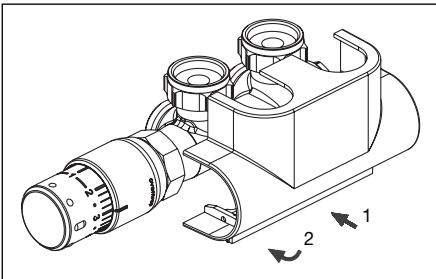

Abb. 10 Montage Design-Abdeckung, Eck
1. Die Abdeckung auf die Armatur aufschieben (s. Abb. 10).